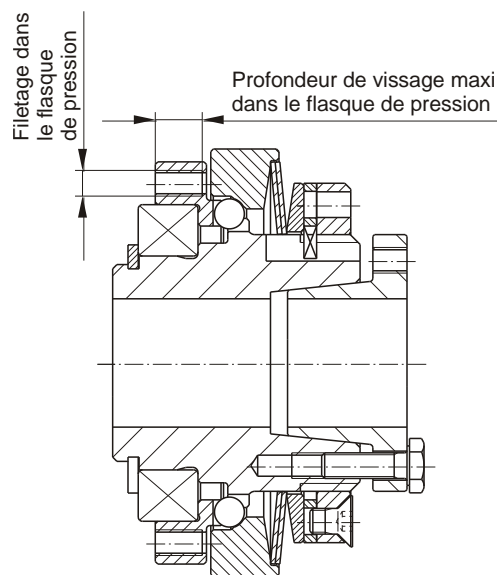

Fig. 3
Respecter la profondeur de vissage maximale dans le flasque de pression (2) ainsi que les cotes de montage « a » et « e » pour les éléments de transmission, voir fig. 3 ou 4 et tableau 5.